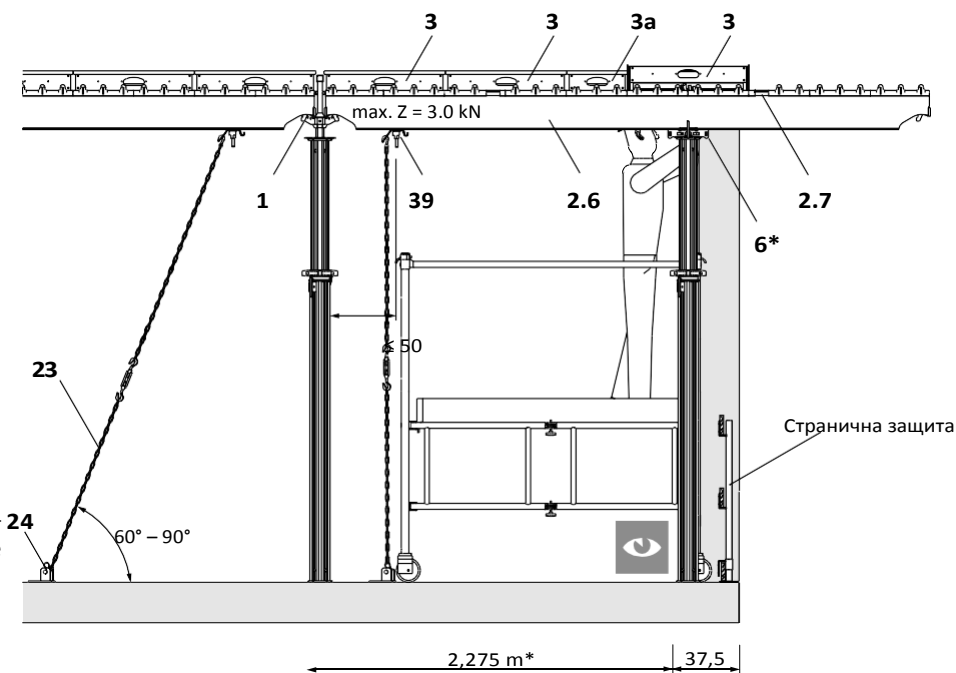

Fig. A9.08
1. Поставете подпора с падаща глава SFK (1) на ръба на плочата и подсигурете с тринога.
2. Свържете трегера SLT 375 (2.6) и подпрете с втора подпора с падаща глава SSK (6) след 2.275 m от ръба на сградата. (да се ползва само падаща глава; поставете предната подпора на разстояние 2.25 m).
3. Монтирайте обезопасителя SAO (39) в жлеба на надлъжния трегер. Разстояние ≤ 50 cm от неконзолния край.
4. Прикрепете веригата (23) с натягащ затвор към отвора отгоре и закрепете към основата с помощта на пета (24). (Fig. A9.08)
5. Отдолу, ред по ред монтирайте веднага 3 панела 150 x 75 (3) и 1 изравняващ панел 150 x 37.5 (3a) доколкото се поддържат от платформата (2.7) на трегера SLT 375. Например с PERI количка за демонтаж ASW 465.
- Подпорите на една линия ли са с тези на ъгловата маса? (Fig. A9.08)